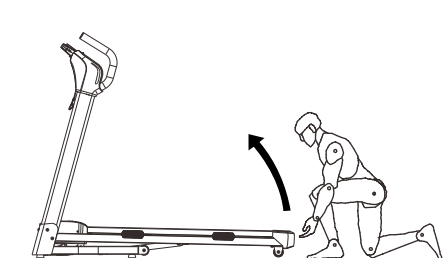

Figure 1
1) Laufband falten: Das Laufband zu falten kann Platz sparen. Vor dem Falten, sollte das Laufband aus sein, der Stromstecker gezogen, hebe dann die Laufplattform an, bis die Luftfederhülse arretiert. (Wie in Bild 1 gezeigt)